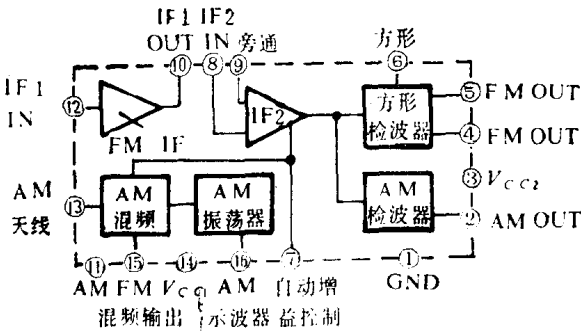

图1 康艺8080-2S收音部分框图
波、自动增益控制各级。也包括第一中放、第二中放、鉴频器及自动频率微调各级，其方框图如图 1 所示。TA7604 构成锁相环立体声解码器。根据故障现象分析，则可能有：(1) 转换开关 S2-5 接触不良，造成收音机前级供电中断；(2) TA7614 内部调频第二中放管损坏，使调频、调幅中频均不能通过。测 S2-5 接触良好，测 TA7614 时，⑤、⑧、⑨、⑩、⑫脚均无电压，而 TA7614 正常各脚电压如表 1 所示。